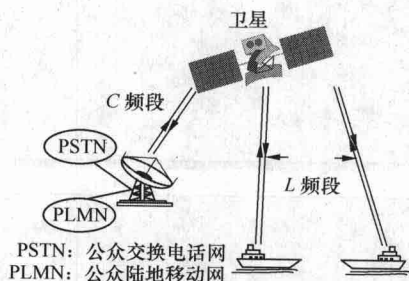

图 1-3 同步卫星通信系统
(1) 电子技术应用于通信，如同步卫星通信系统，如图 1-3 所示。